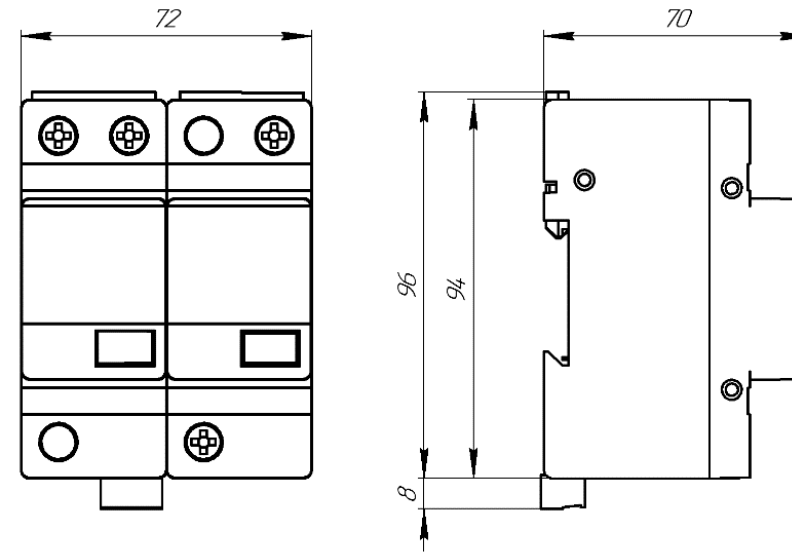

Рисунок 1 - Габаритные размеры УЗИП
1.4.4 Габаритные размеры УЗИП представлены на рис. 1. Принципиальная электрическая схема УЗИП представлена на рис. 2.